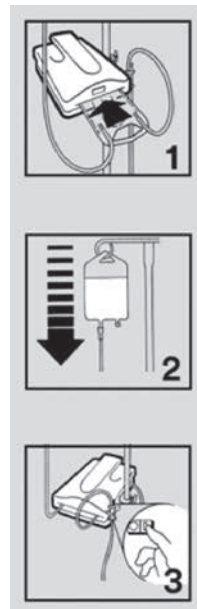

图 4
2. 将加热盒滑入加热器插槽内。盒子只能单向插入设备中 (参见图 4, #1)。
3. 冲灌加热套件。有关对套件进行冲灌的更多信息, 请参阅加热套件随附的说明 (参见图 4, #2)。
5. 将电源线插入合适的插座。打开加热器 (参见图 4, #3)。字母数字显示屏将在几秒钟内亮起。加热至设定值温度 41°C 只需不到两分钟。